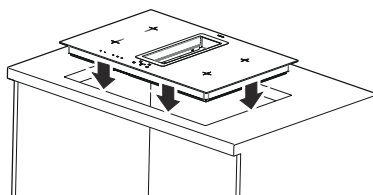

Fig. 10
5. ➤ Placér kogepladen i hullet der er skåret ud (Fig. 10).